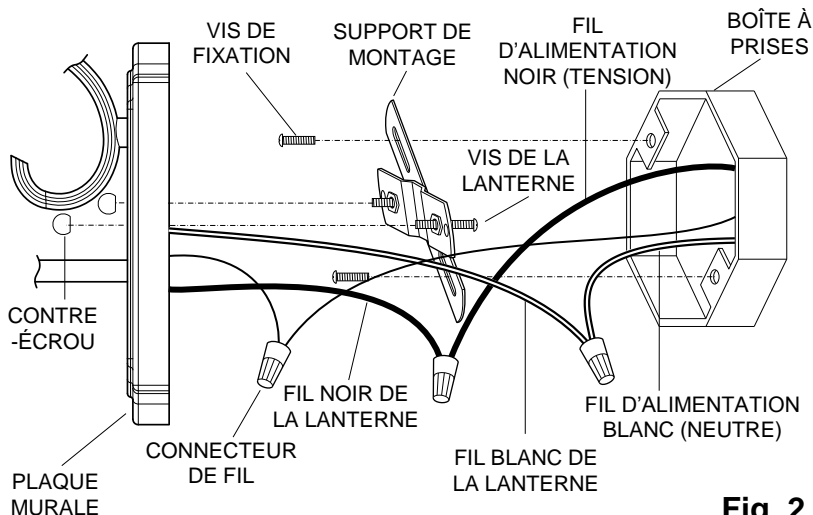

Fig. 2
INSTALLATION (Fig. 2)
4. Enlevez les **vis** qui retiennent la **plaque de DEL** en place (Fig. 2).